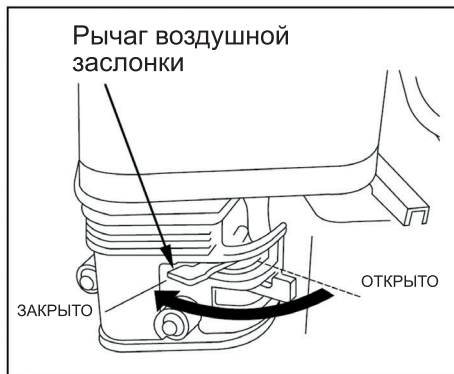

Рис. 21
2. При запуске холодного двигателя переведите рычаг управления воздушной заслонкой в положение «ЗАКРЫТО» (рис. 21). Не закрывайте воздушную заслонку, если двигатель прогреет.